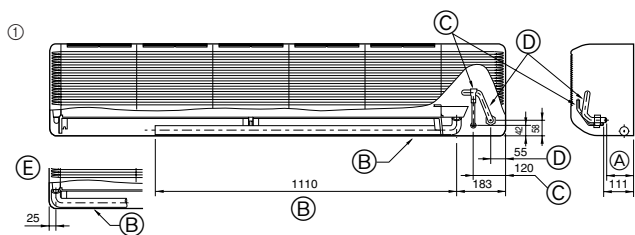

Fig. 4-3
- ① Θέση των σωληνώσεων ψυκτικού και αποχέτευσης (Fig. 4-3)